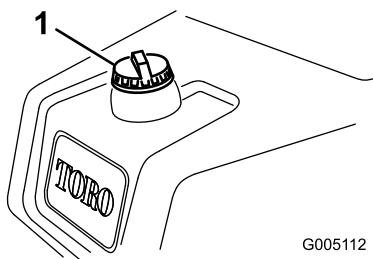

Figura 29
1. Limpie alrededor del tapón del depósito de combustible y retire el tapón (Figura 29).